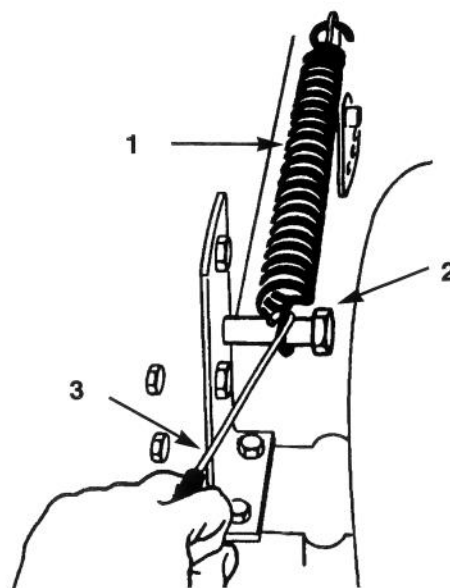

Figure 47
15. Accrocher le ressort compensateur sur le boulon de retenue (Fig. 47), à l'aide de l'outil pour ressort fourni avec la machine.